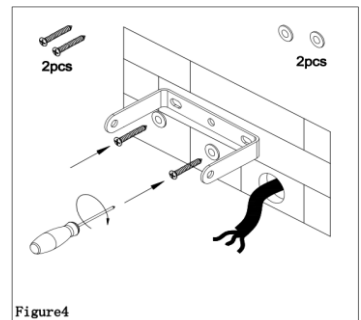

Figure4
4. Befestigen Sie den Montagebügel, mit passenden Schrauben, an der Wand. (nicht beige packt). (Bild 4)